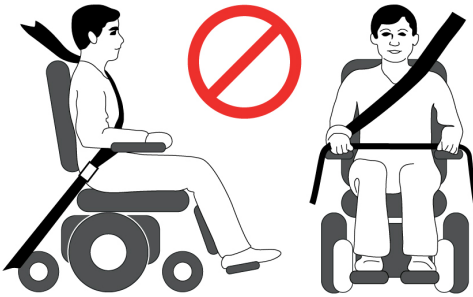

Fig. 7.2
- **Pour arrimer l'occupant du fauteuil roulant, il convient d'attacher une ceinture de sécurité sur les hanches et l'épaule. Cette ceinture doit avoir trois points d'arrimage au sol et sur le côté du véhicule (figure 7.2).**